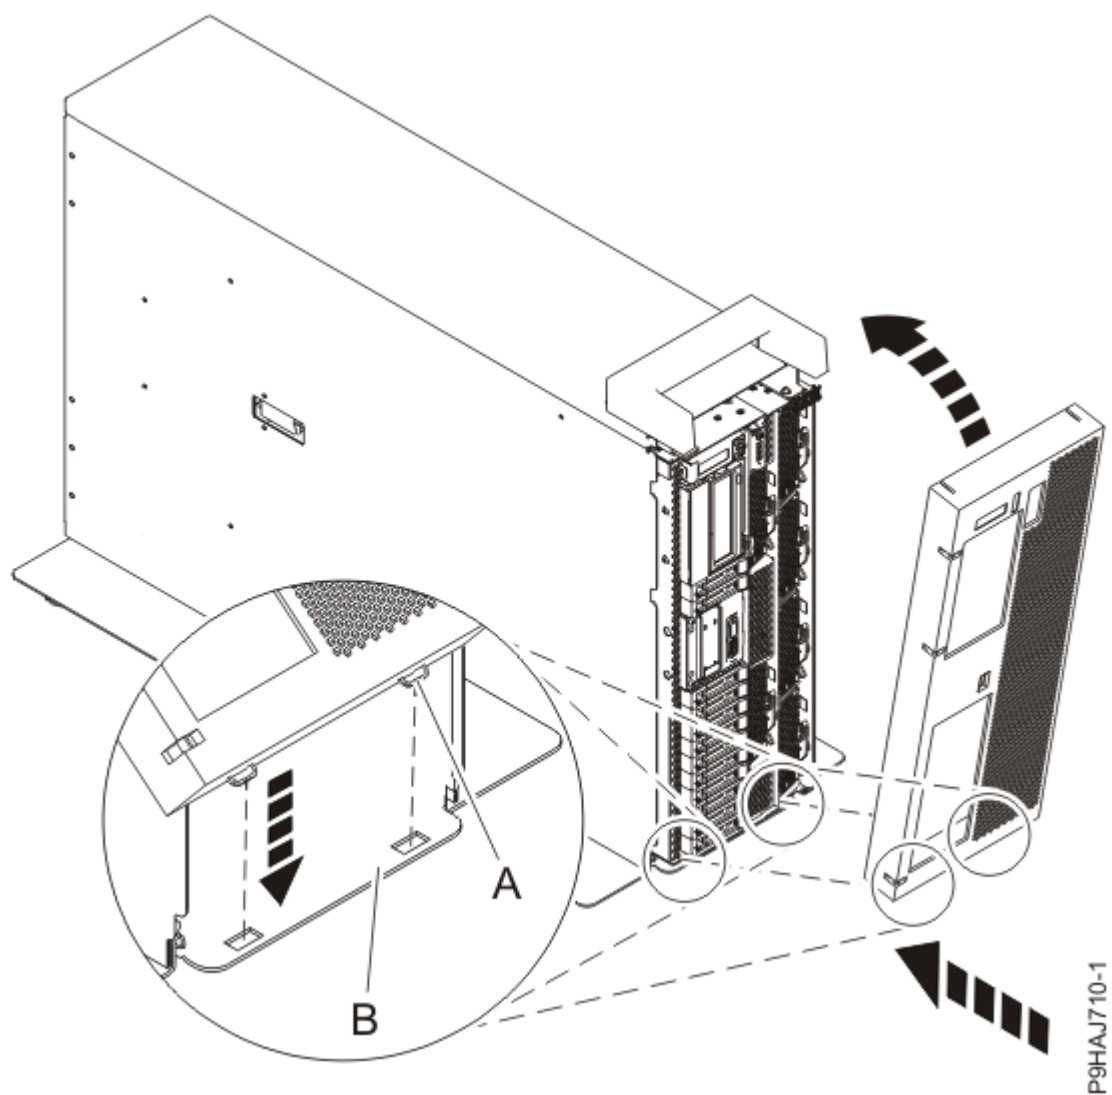

図 13. 前面カバーおよび前面ドアの取り付け
- b) 16 ページの図 13 に示すように、2 つのカバー・タブ **(A)** がベース・プレート **(B)** のスロットに収まるように、カバーを位置合わせします。